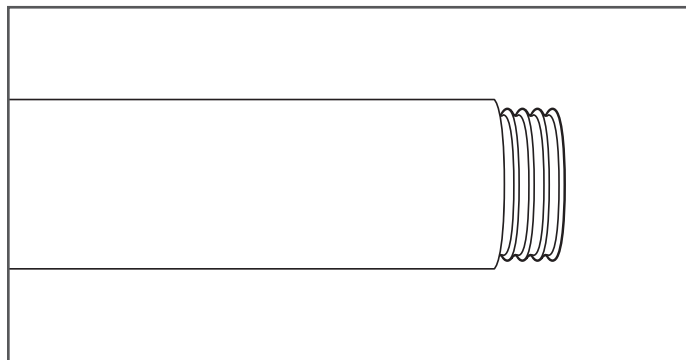

Figure 9-1
1. Retirez les sections du raccord DoubleTrac® et inspectez la gaine extérieure en nylon 12 ainsi que le raccord AutoFlare de la tuyauterie principale afin de détecter tout défaut visible (Figure 9-1).